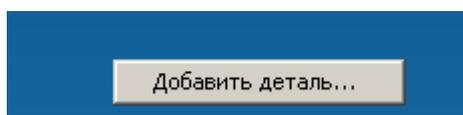

Рис. 4.3.1. Добавление детали в сборку.
1) нажать правую клавишу мыши в поле модели и выбрать в контекстном меню команду Добавить деталь... (рис. 4.3.1).